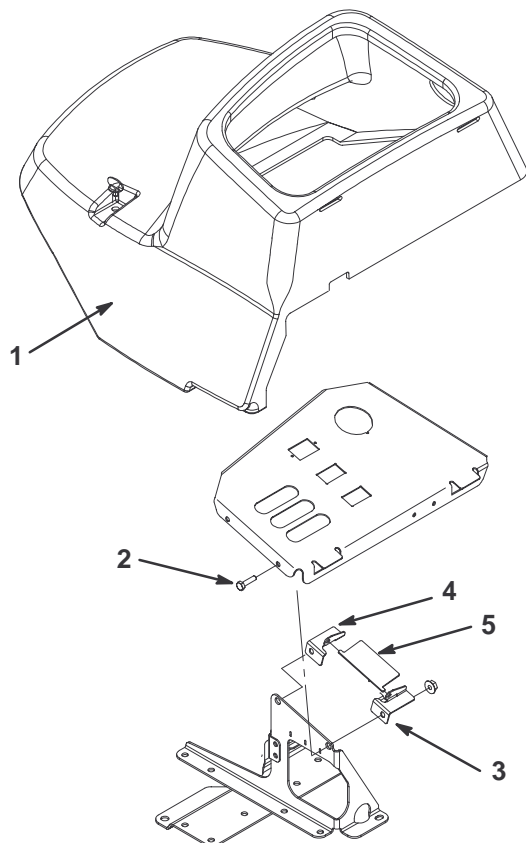

Figure 1
1. Tournez les verrous et déposez le couvercle du panneau de commande (Fig. 1).
2. Sous l'avant du panneau de commande, repérez l'extrémité des vis de fixation du panneau de commande au châssis (Fig. 1).
3. Insérez la patte du verrou gauche dans la fente du levier de relevage et la vis d'assemblage. Fixez sans serrer avec un écrou à collerette 1/4–20 (Fig. 1).
4. Insérez la patte du verrou droit dans la fente du levier de relevage et la vis d'assemblage. Fixez sans serrer avec un écrou à collerette 1/4–20 (Fig. 1).
5. En haut du panneau de commande, insérez chaque languette d'extrémité du verrou de relevage dans les trous des pattes de verrous (Fig. 1). Serrez les écrous à collerette.